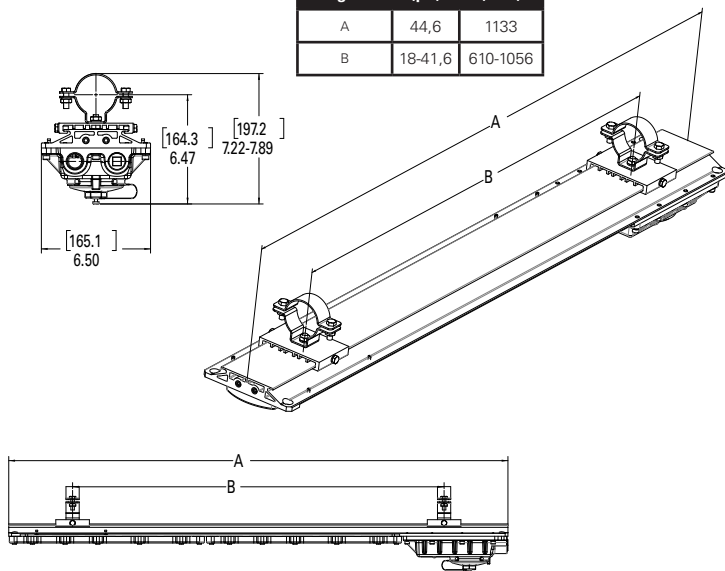
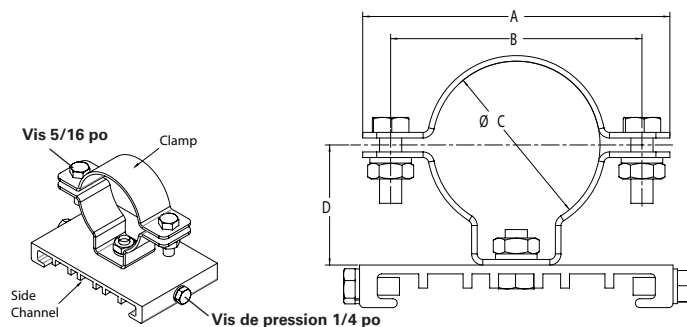

Figure 5. TROUSSE – Montage sur mât
Figure 6. TROUSSE – Détails du montage sur mât
2. Avant l'installation, s'assurer que le diamètre intérieur du collier (voir la figure 6) est compatible avec le diamètre du mât. Les diamètres des colliers disponibles sont de 42 mm (1,65 po), 51 mm (2,00 po) et 60 mm (2,36 po).
3. Les supports de montage sur mât peuvent être espacés selon les besoins. Il est toutefois nécessaire de les maintenir espacés d'au moins 457 mm (18 po) [voir la figure 5, et voir le tableau pour connaître toutes les possibilités de montage].
4. Glisser les deux (2) supports de montage sur mât sur le luminaire, en engageant la bride sur le dessus du luminaire.
5. Serrer les deux (2) vis de pression de 6,35 mm (1/4 po) sur chaque support couissant, jusqu'à ce qu'elles soient complètement abaissées (voir la figure 6). Serrer avec un couple de 8,8 N.m (78 lb-po).
6. Retirer les deux (2) vis de 5/16 po, les rondelles de blocage et les écrous de chaque collier et retirer les moitiés supérieures des colliers.
7. Le luminaire est maintenant prêt à être monté. Il est fortement recommandé de faire appel à deux (2) gens de métier qualifiés pour procéder au montage final du luminaire. Cette recommandation a pour but d'éviter toute blessure corporelle ou tout dommage au luminaire.
9. Sur chaque collier, installer les deux (2) moitiés supérieures des colliers et les vis de 5/16 po, les rondelles de blocage et les écrous.